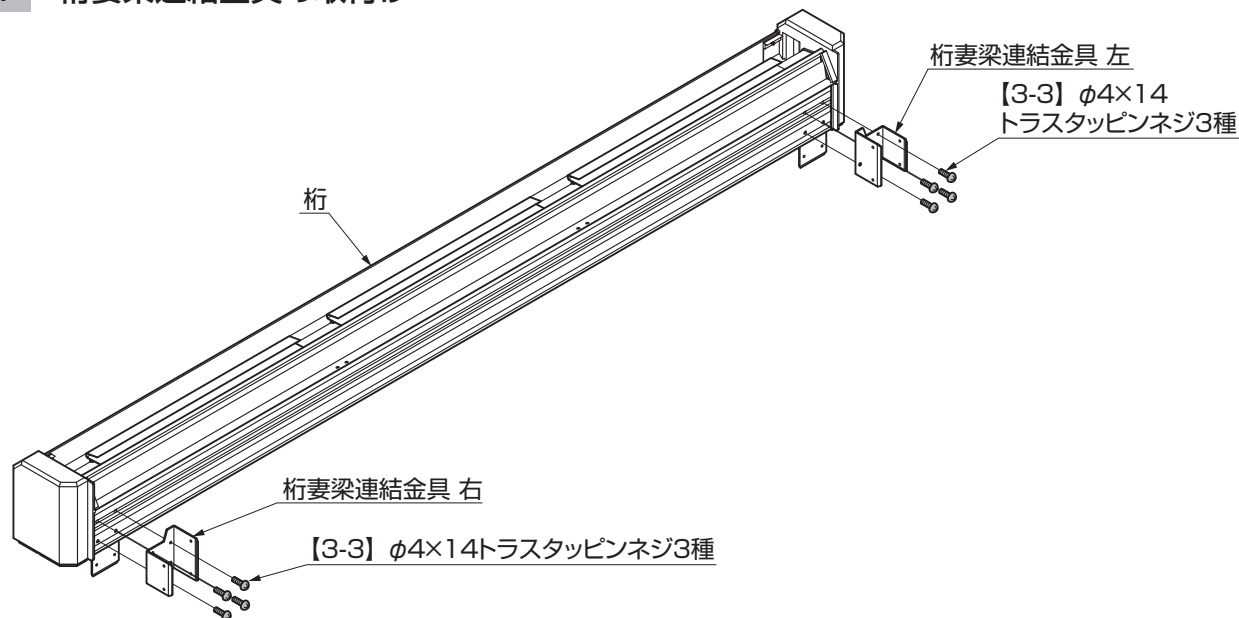

図5-1
①桁に桁妻梁連結金具 右、桁妻梁連結金具 左を【3-3】で取付けてください。(図5-1参照)